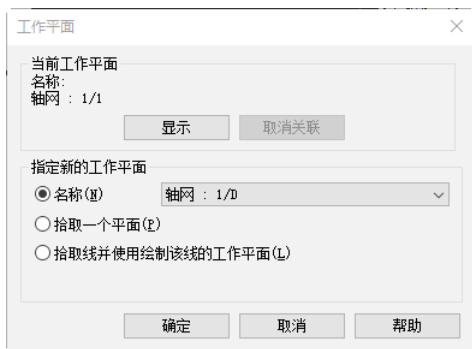

图 6-73 “工作平面”对话框
(15) 单击“结构”选项卡“工作平面”面板中的“设置”按钮，打开“工作平面”对话框，选择“名称”单选项，在其下拉列表中选择“轴网：1/D”，如图 6-73 所示，单击“确定”按钮。